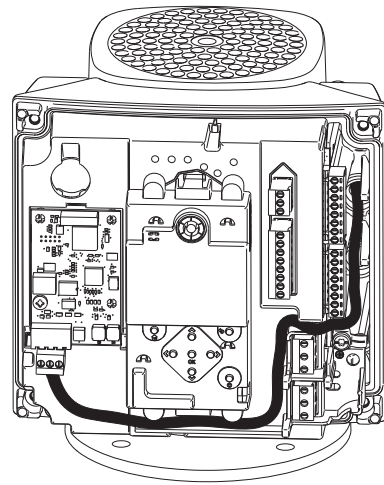

Рис. 62 Пример прокладки провода
9. Проложите провода модуля SIM, см. пример на рис. 62.